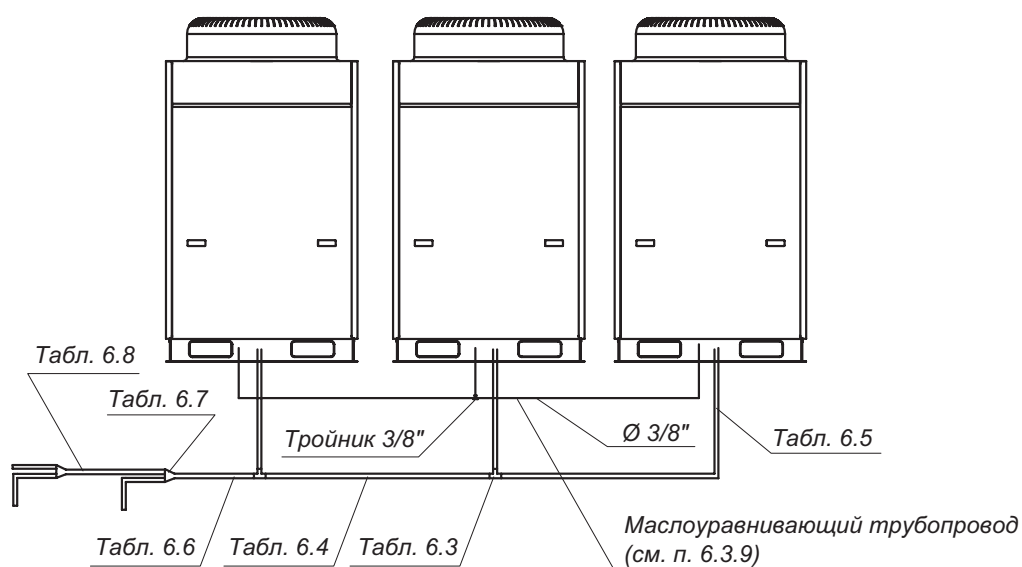

Рис. 6.2
6.3.1 При модульной компоновке наружных блоков применяются комплекты тройников для газовой и жидкостной труб ML01 и ML02 см. рис. 6.2, 6.3 и таблицу 6.3.
6.3.3 Диаметр труб между тройниками (рис. 6.2) согласно таблице 6.4.
6.3.4 Диаметр труб подключаемых непосредственно к наружным блокам (рис. 6.2) согласно таблице 6.5.
6.3.5 Диаметр трубы на выходе из наружных коммутированных модулей (рис. 6.2) согласно таблицы 6.6.
6.3.8 Диаметр труб между разветвителями (рис. 6.2) подбирается по таблице 6.8.